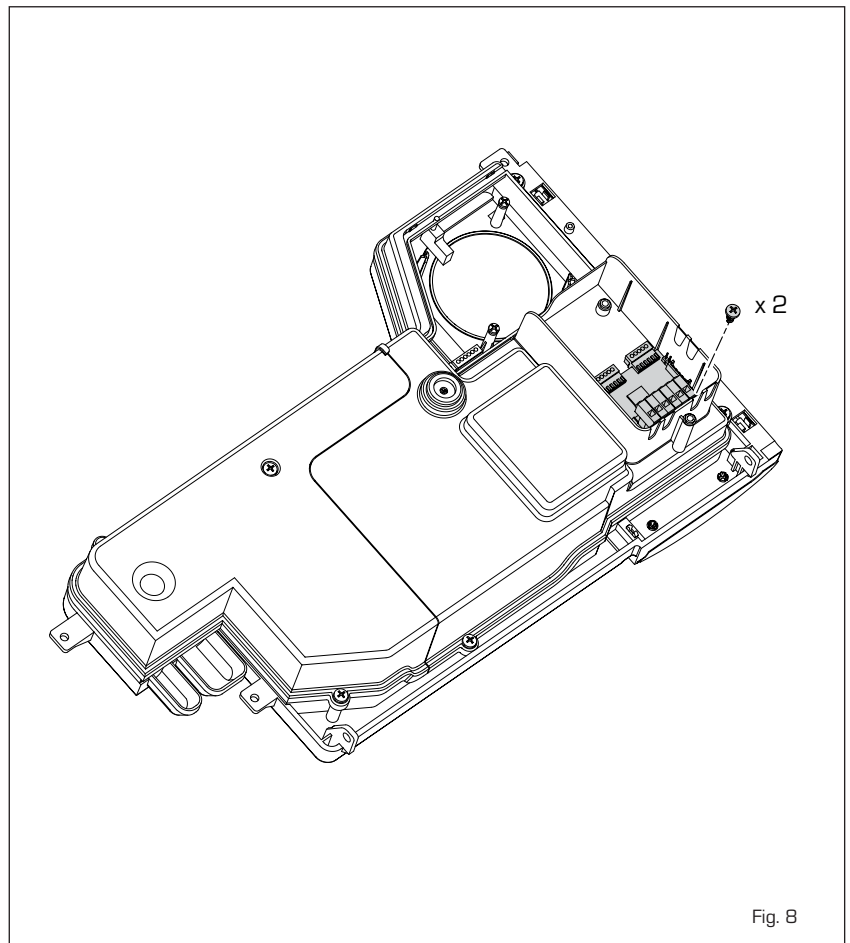

Fig. 8
2.9 PLACA RS-485 (fig. 8)
2.9.1 Modalidad MODBUS (fig. 8/a)